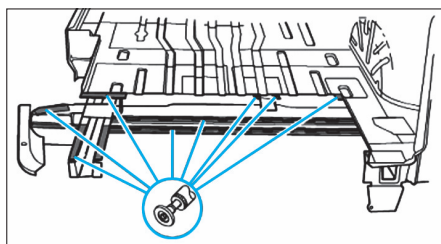

FIG. 66
- Déposer les morceaux restants (Fig.66).